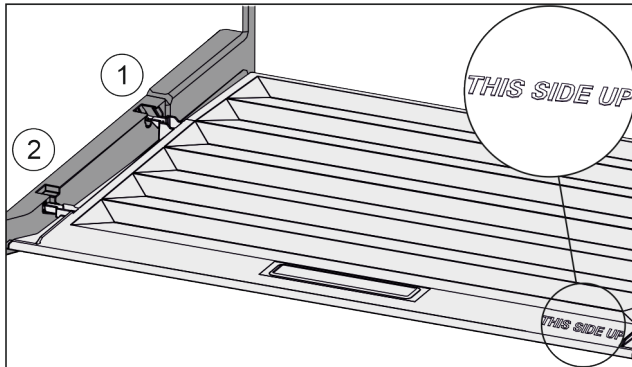

Fig. 108
- ▶ Dekselranden via de opening van de achterste houder Fig. 108 (1) aanbrengen en van voren in de houder Fig. 108 (2) klikken.